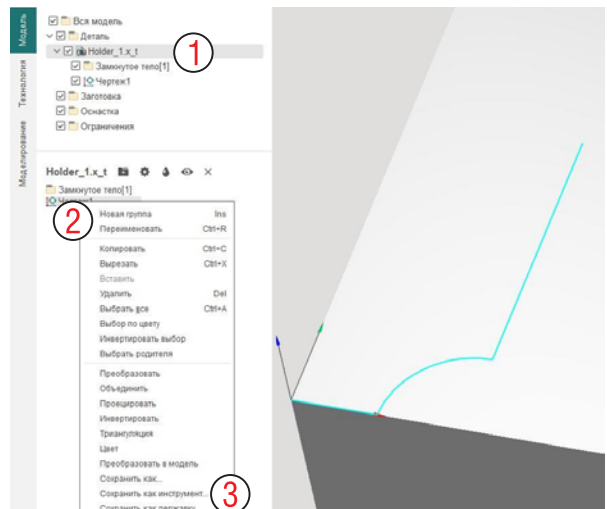

Рис. 7-26. Команда Сохранить как инструмент.
Далее в режиме Модель выберите имя нашей детали (1 на рис. 7-26), далее выберите Чертеж 1 в нижней части навигатора (2) и из контекстного меню выполните команду **Сохранить как инструмент** (3).